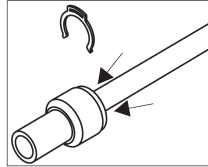

Fig. 2
- nyomja be a csatlakozó karimáját (Fig. 2)